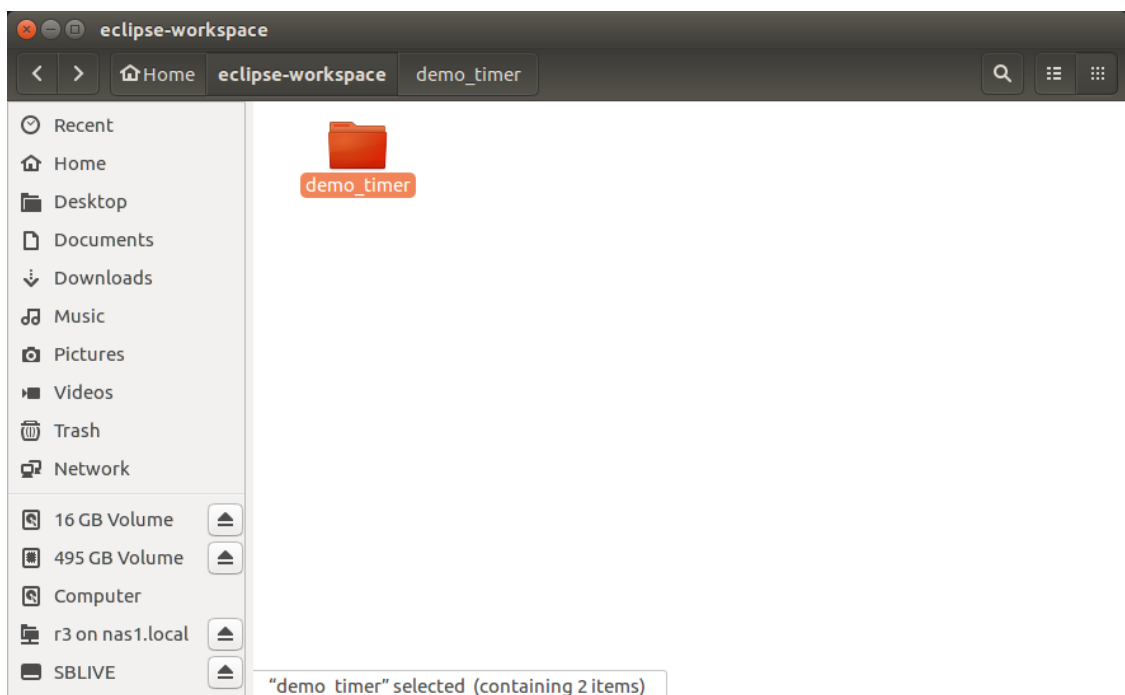

图4.2.1 修改文件名为 "demo_timer"
1. 将文件夹命名由 "blinking_LED" 修改为 "demo_timer"，如图 4.2.1 所示。